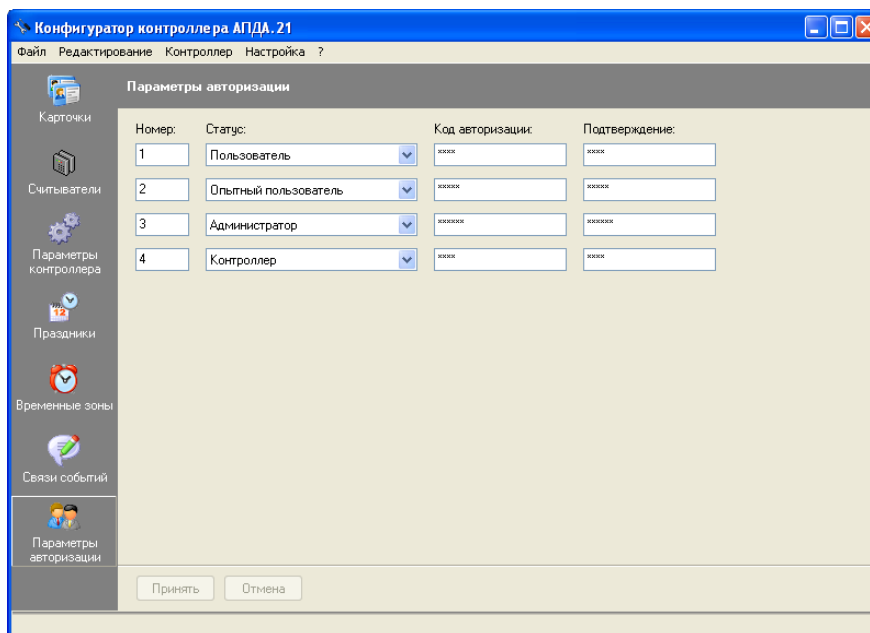

Рисунок 324
- 10) При необходимости, измените параметры авторизации при обмене по сети. Для этого выберите пункт меню "Редактирование/Параметры авторизации", в открывшемся окне "Параметры авторизации" (см. Рисунок 324) отредактируйте коды авторизации и нажмите кнопку "Принять".